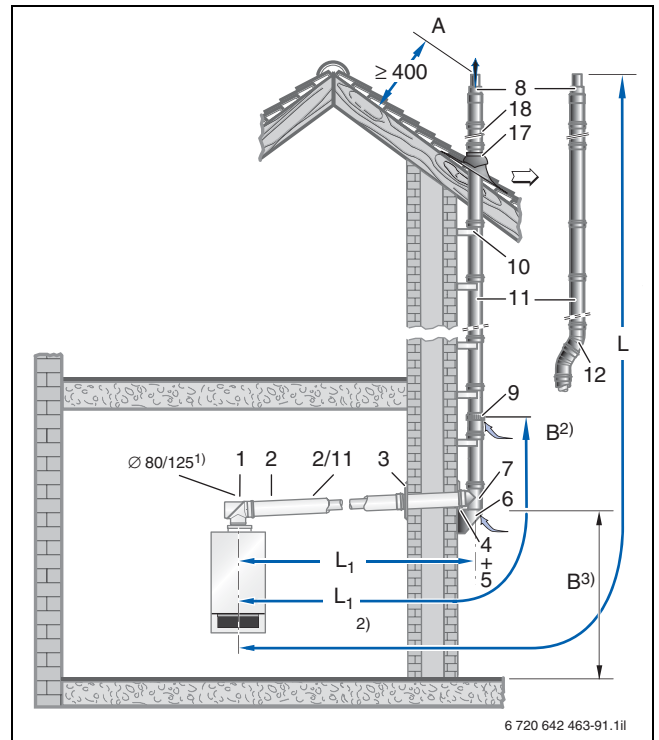
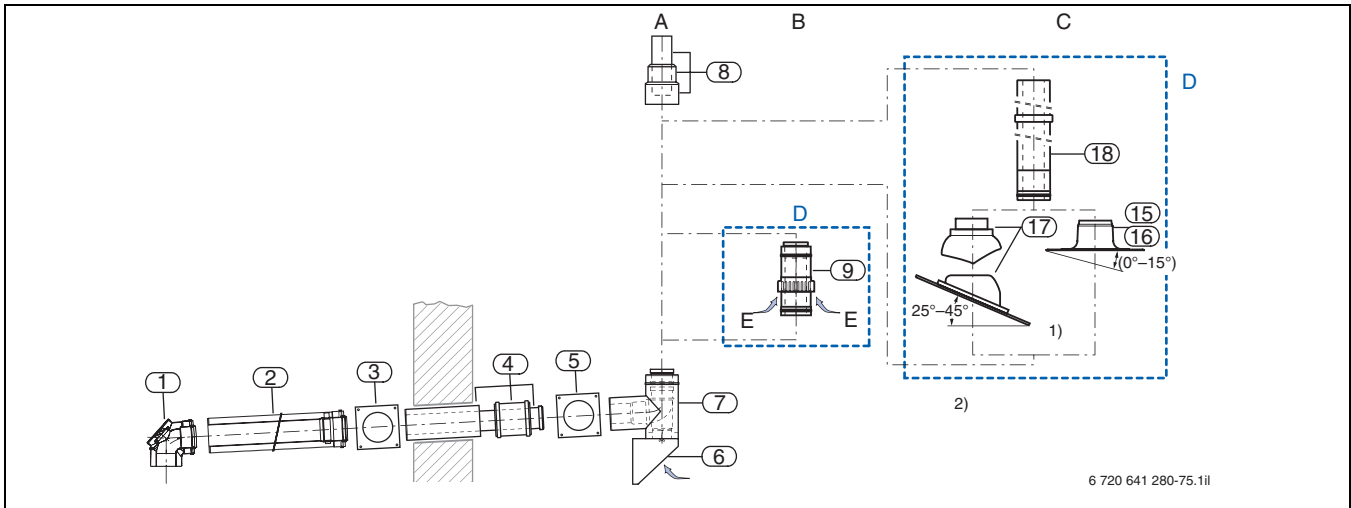

Bild 135 Montagevariante mit dem Bausatz GAF-K
Bild 136 Bauteile des Grundbausatzes GAF-K aus Kunststoff
leitung (→ Bild 135)
Für das Ansaugen der Verbrennungsluft in Höhe der Mauerdurchführung muss sich das Zuluft-T-Stück mindestens 30 cm über dem Erdboden befinden. Geografisch bedingt ist auch die Schneehöhe zu berücksichtigen. Die Luftansaugung muss auf jeden Fall über der zu erwartenden Schneehöhe liegen. Ist diese Bedingung nicht erfüllt, kann alternativ die Verbrennungsluft über den konzentrischen Zuluftstutzen angesaugt werden, der in die Luft-Abgas-Leitung an der Fassade einzubauen ist (→ Bild 136, Zuluft alternativ).
Die Luft-Abgas-Leitung an der Fassade kann durch die Dachtraufe geführt werden (→ Bild 135). Dafür sind als Zusatzausstattung die konzentrische Dachdurchführung und entweder ein Flachdach-Klebeflansch oder ein Universal-Dachziegel mit Regenkappe erforderlich (→ Bild 136, Dachdurchführung).
- C** Dachdurchführung (→ Bild 135)